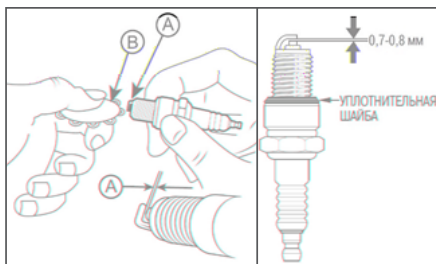

Рис. 20 Проверка зазора между электродами
- Измерьте зазор А между электродами свечи зажигания специальным щупом В. Зазор А должен быть 0,7-0,8 мм (Рис. 20). При увеличении или уменьшении требуемого зазора, рекомендуется заменить свечу, так как регулировка зазора может привести к изменению качества искрообразования.